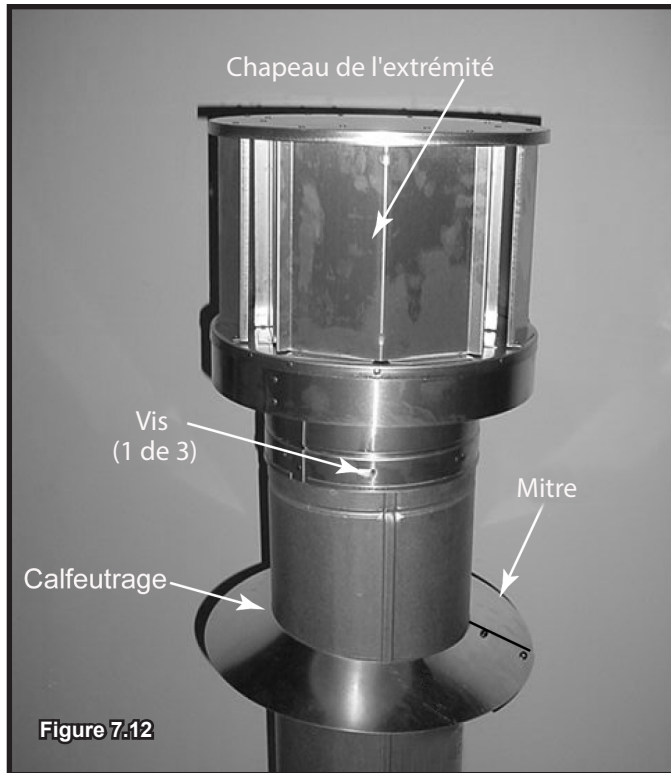

Figure 7.12
- Appliquez du calfeutrante autour de la partie supérieure de la mitre. Voir la figure 7.12.
- Fixez le chapeau de l'extrémité en introduisant les trois vis autotaraudeuses (fournies) dans les trous de guidage du col extérieur, jusqu'à l'extérieur de la cheminée du conduit. Voir la figure 7.12.